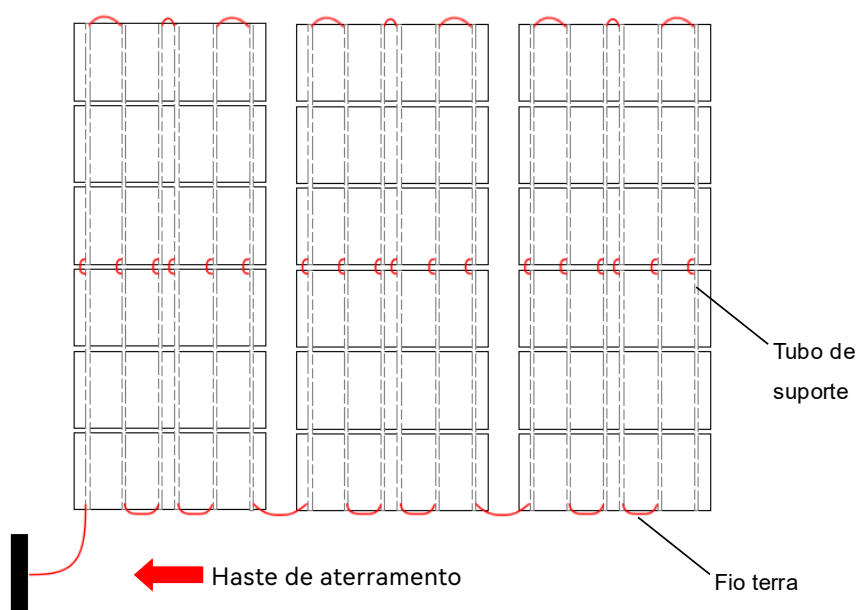

Figura 17
① Antes da construção do produto, todos os materiais e adesivos a serem processados devem ser armazenados por pelo menos 24 horas em condições iguais (como 5° C - 40° C) e protegidos da luz solar, da água da chuva e de outros fatores climáticos.
② Limpe o substrato do telhado. A superfície do telhado deve estar limpa, seca e livre de óleo, poeira e outros resíduos de poluição. Cada etapa do processo de construção deve evitar a poluição secundária da superfície do material limpo. Se houver poluição, a superfície deverá ser limpa novamente.
- ③ A construção no local deve atender aos requisitos do adesivo estrutural selecionado para o ambiente de construção, a tecnologia de construção e outros requisitos de construção.
- ④ A posição do adesivo do tubo de suporte deve ser determinada pela linha de giz, e o adesivo estrutural deve ser aplicado no substrato de acordo com as regras de colagem no local em que o produto precisa ser instalado. Em seguida, instale os tubos.
- ⑤ Instale o condutor de aterramento, de modo que os tubos de suporte sob todos os produtos sejam conectados em um caminho condutor para o barramento de aterramento, que está conectado à haste de aterramento. A profundidade da estaca de aterramento é superior a 1,5 m e a resistência de aterramento é inferior a 4Ω . (conforme mostra a Figura 17)